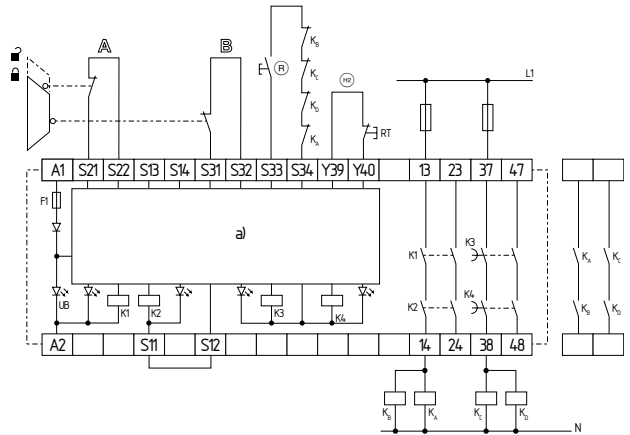

Abb. 7
Zweikanalige Ansteuerung, dargestellt am Beispiel einer Schutztürüberwachung mit zwei Kontakten A und B, davon mindestens ein Kontakt zwangsöffnend; mit externem Reset-Taster (R) (siehe Abb. 7)